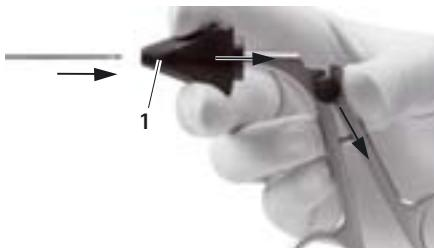

Abb. 8
- Drehstern 1 bis zum Anschlag zurückziehen und halten, siehe Abb. 8.